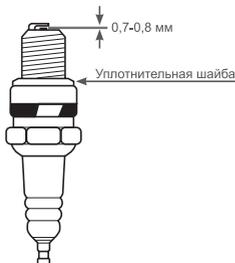

Рис. 17 Обслуживание свечи зажигания
4. Измерьте зазор между электродами свечи зажигания специальным щупом. Зазор должен быть 0,7-0,8 мм (Рис. 17). При увеличении или уменьшении требуемого зазора, рекомендуется заменить свечу, так как регулировка зазора может привести к изменению качества искрообразования.